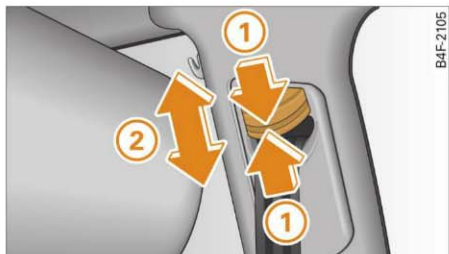

Fig. 181 Reglarea pe înălțime a centurilor locurilor din față
- Deplasați dispozitivul de reglare în **sus** ⇒ fig. 181 ②, respectiv
- apăsați tasta ① și deplasați dispozitivul de reglare în **jos** ②.